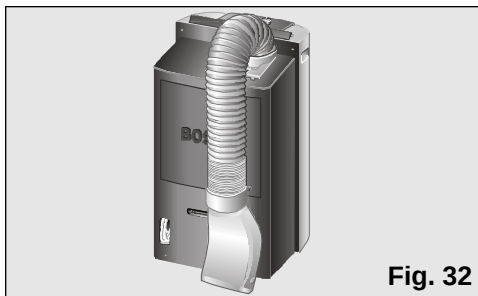

Fig. 32
- ☐ För att göra detta böjer Du röret mot apparatens baksida och fäster det vid apparaten med den speciella hållare som finns på luftspridaren, Bild 32 och 33.